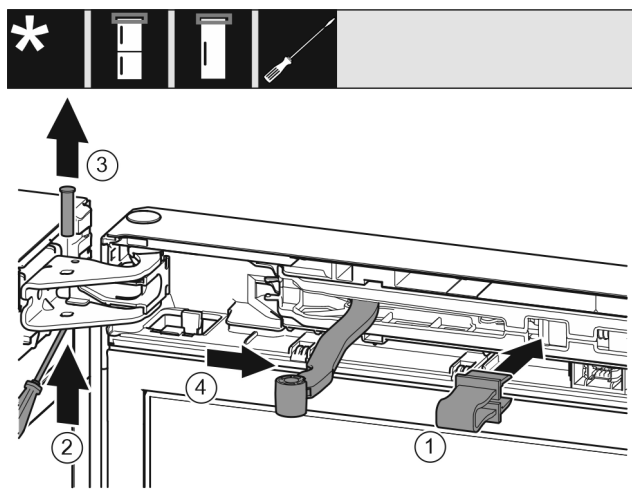

Fig. 12
- Zazębić zabezpieczenie Fig. 12 (1) w otworze.
- Wysunąć sworzeń Fig. 12 (2).
- Wyjąć sworzeń Fig. 12 (3) w górę.
- Obrócić przegub Fig. 12 (4) w kierunku drzwi.